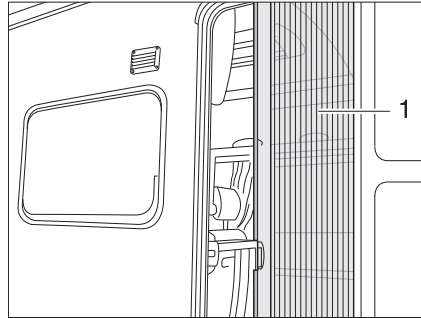

Fig. 43 Protección contra insectos
- Cerrar:** ■ Extraer la protección contra insectos (Fig. 43,1) por el listón completamente.
- Abrir:** ■ Regresar la protección contra insectos (Fig. 43,1) por el listón a su posición inicial.